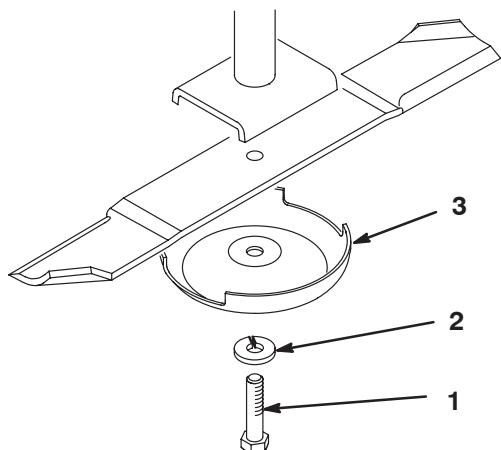

Bild 26
2. Halten Sie das Ende des Messers mit einem stark wattierten Handschuh oder wickeln Sie einen Lappen um es herum. Entfernen Sie die Messerschraube, die Sicherungsscheibe, die Antiskalpiercuppe und das Messer (Bild 26) von der Spindelwelle.